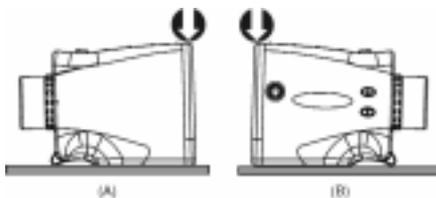

图15
4. 按图15所示，将TruPulse放置在平整、相对水平的表面上。用一根手指抓住平稳放置在该表面的仪器前部(见图15A和B中箭头所示)。